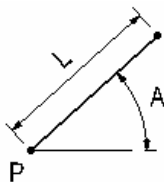

图 2-112
- 由起点、长度和角度确定直线：输入直线的起点 P、长度 L、角度 A，即可确定直线，如图 2-112 所示。